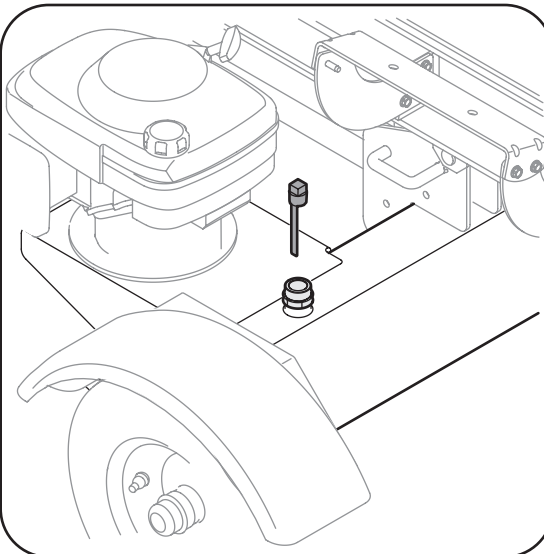

Figura 3-7
- Retire la varilla del depósito venteadada que se encuentra en frente del motor, sobre el tanque de depósito. Vea la Figura 3-7.
- Controle el nivel de fluido con la varilla de nivel. Vea la Figura 3-7. No llene el depósito en exceso.